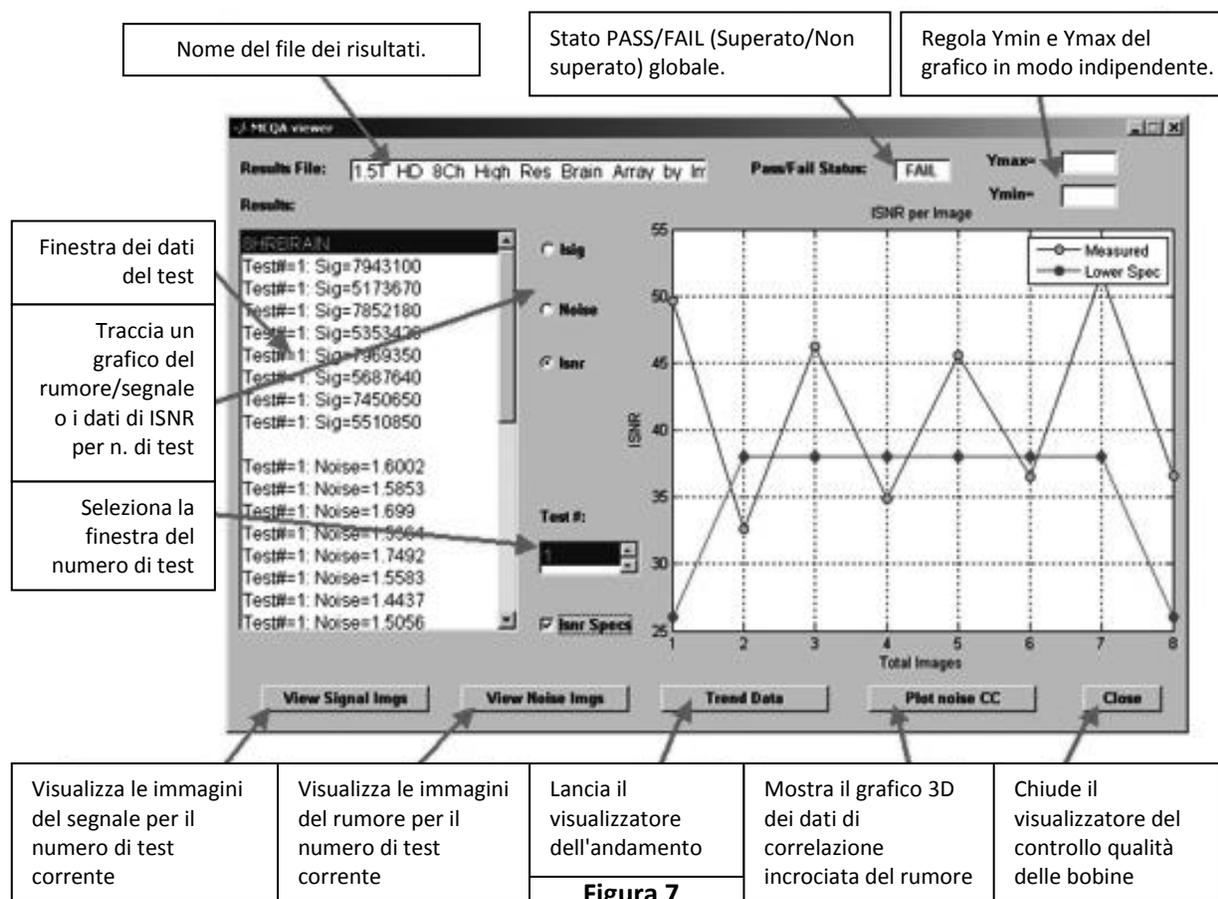

Figura 7
**Nota:** il visualizzatore dei risultati si aprirà come illustrato nella Figura 7. Il nome del file dei risultati e i risultati Pass/Fail (Superato/Non superato) mostrati nell'interfaccia grafica dello strumento saranno elencati anche nella parte superiore del visualizzatore.